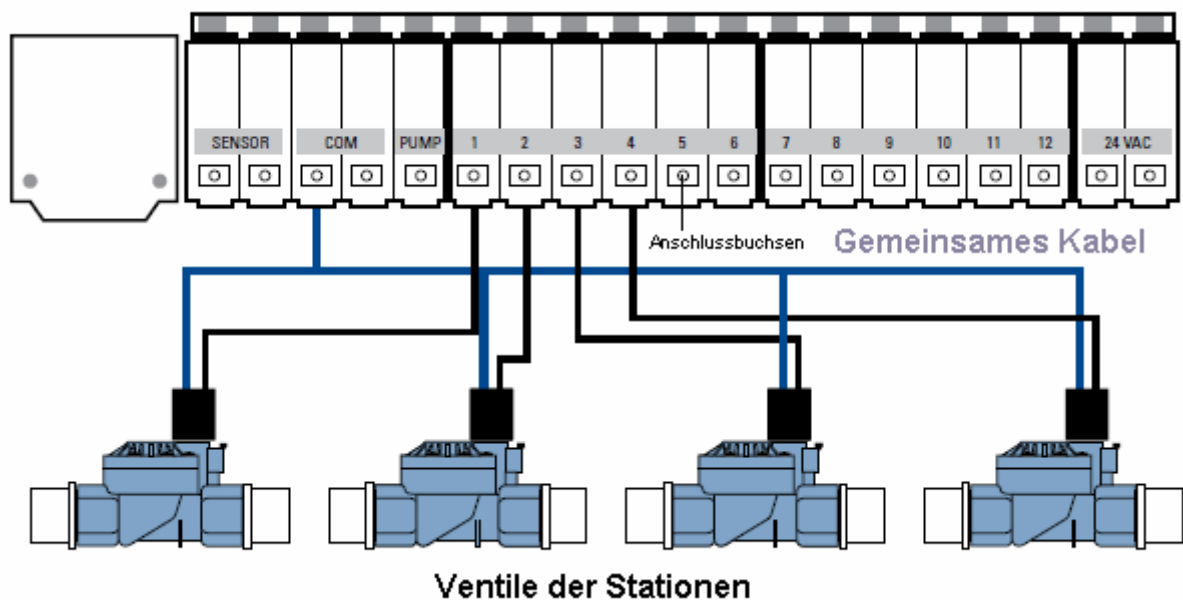

Abb. 5: Verbinden der Regnerkabel
- Verbinden Sie ein Kabel von jedem Ventil (es ist egal welches Kabel) mit einem einzelnen gewöhnlichen Regnerkabel. Dies ist normalerweise weiß. (Siehe Abb. 5)
- Bestimmen Sie, welches Kabel Sie mit welcher Station verbinden wollen. Stecken Sie jedes Regnerkabel, mit Ausnahme der „gemeinsamen“ Leitung, in eine separate Stationenanschlussbuchse (nummeriert oberhalb jeder Anschlussbuchse), indem Sie das unisolierte Kabelstück vollständig in die Anschlussbuchse unter jeder Nummer stecken. (Siehe Abb. 5)